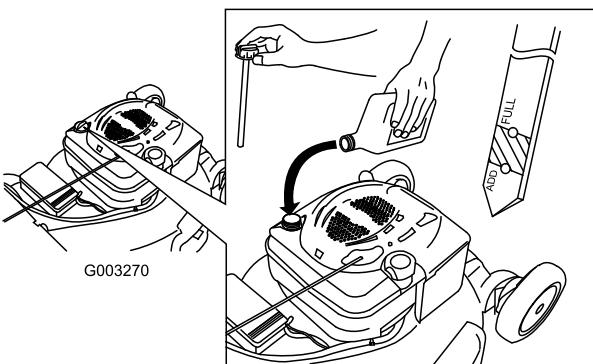

Figure 11
- Retirez la jauge, essuyez-la sur un chiffon et remettez-la dans le goulot de remplissage (Figure 11).
- Sortez de nouveau la jauge et contrôlez le niveau d'huile (Figure 11). Si le niveau n'atteint pas le repère minimum (Add) de la jauge, versez **lentement** suffisamment d'huile dans le goulot de remplissage pour faire monter le niveau au repère maximum (Full). **Ne remplissez pas excessivement.** (Remplissage max. : 0,59 l, type : huile détergente SAE 30W de classe de service API SF, SG, SH, SJ, SL ou supérieure.)